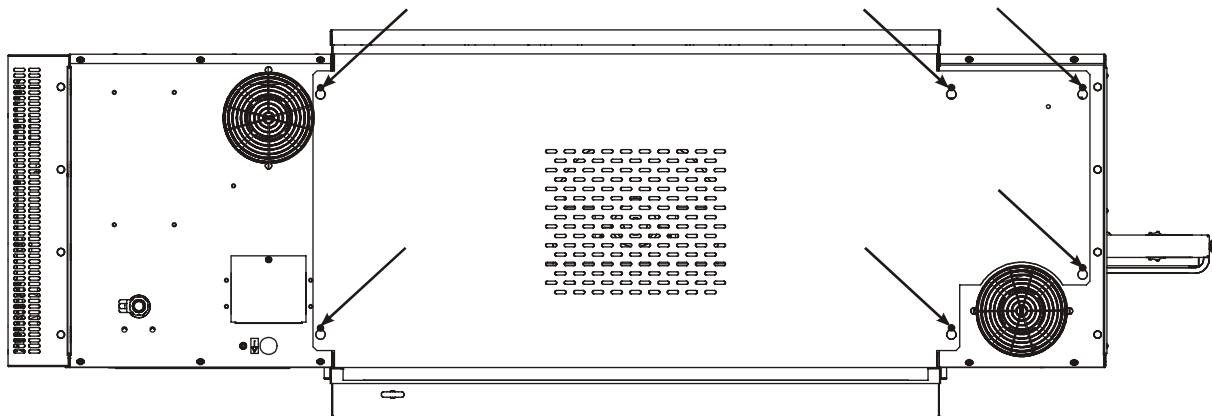

Figure 4-40.
1. Vérifiez que la courroie du caléfacteur / ventilateur a la tension appropriée et vérifiez son état. Pour arriver jusqu'à la courroie, relâcher les six vis (Figure 4-40) situés à l'arrière, soulevez et enlevez le couvercle.